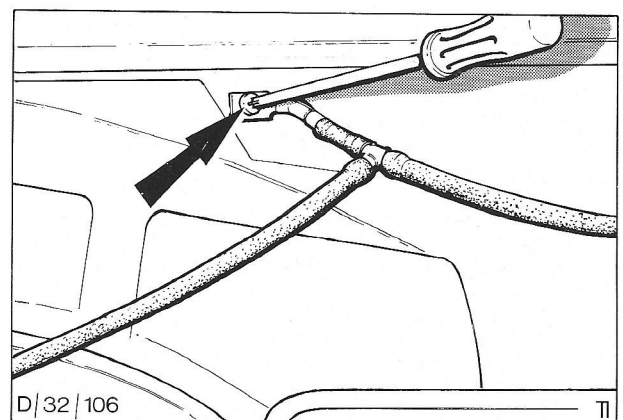

Fig.. 46. Verwijderen van de bevestigingsschroef van de sproeier
3. Verwijder de kruiskopschroef waarmee elke sproeier aan de carrosserie is bevestigd, zie Fig. 46. Verwijder de sproeiers.